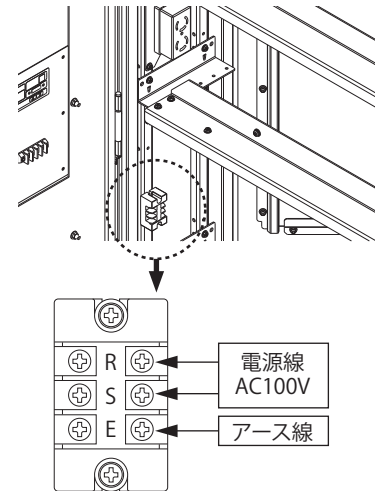

図 1
2. 端子台への電源線の接続は、端子カバーを取外し、指定の端子へ確実に行ってください。(図1) また、電気用品安全法に準拠した下記の電線を使用してください。